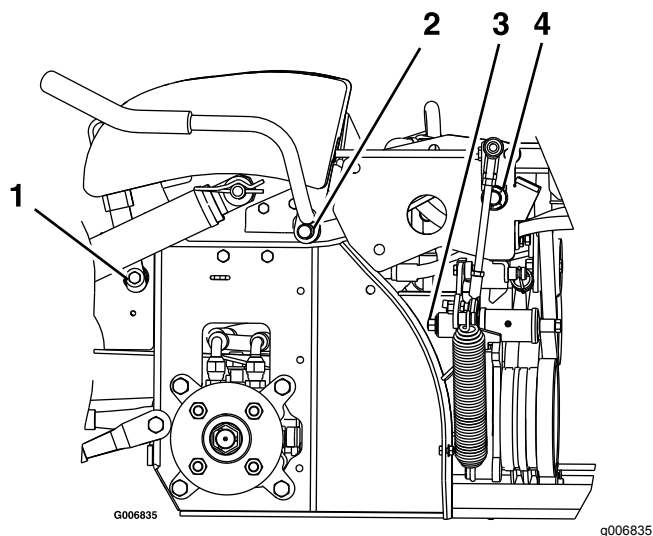

Figure 33
2. Graissez les bagues en bronze du pivot du levier de frein avec un lubrifiant à pulvériser ou une huile légère (Figure 33).